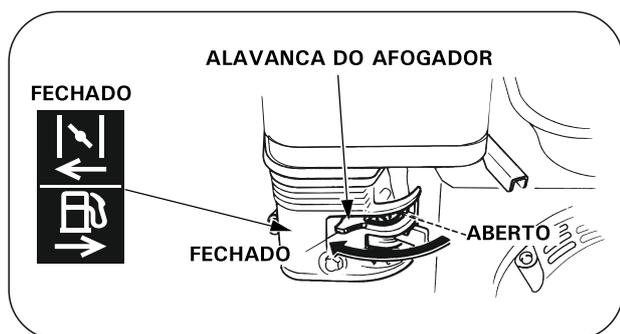

FIG. 02
2. Para dar partida no motor, mova a alavanca do afogador para a posição 'FECHADO'. (Fig.02).